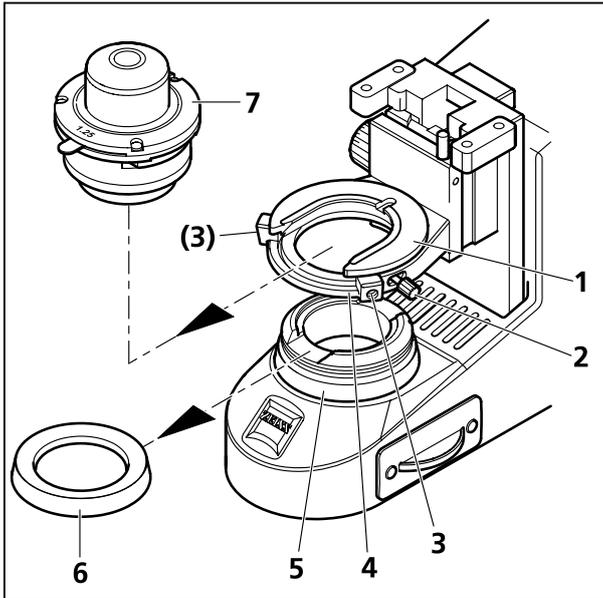
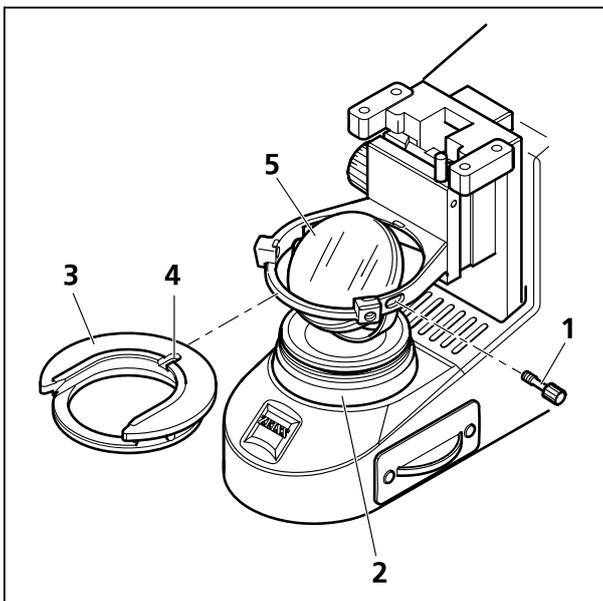

Figura 15 Desmontar y montar el condensador
Figura 16 Montar y desmontar el espejo
- Desenroscar el anillo de cubierta (Figura 15/6) del diafragma de campo luminoso (Figura 15/5).
- Aflojar el tornillo de apriete (Figura 15/2) del condensador y los tornillos de ajuste (Figura 15/3) del portacondensador (Figura 15/4) mediante la llave macho hexagonal hasta tal punto que se podrá sacar el condensador (Figura 15/7) hacia adelante. Sacar el condensador (Figura 15/7).
- Desenroscar el tornillo de apriete (Figura 15/2 ó sea Figura 16/1) del encaje portacondensador (Figura 15/1 ó sea Figura 16/3).
- Presionar el encaje portacondensador contra el resorte hacia atrás y sacarlo oblicuamente hacia arriba del portacondensador (Figura 15/4).
- Insertar el espejo (Figura 16/5) desde arriba en el orificio de montaje del diafragma de campo luminoso (Figura 16/2), pasándolo por la abertura del portacondensador. Prestar atención a que el espejo descansa horizontalmente sobre la superficie.
- Sacar el espejo (Figura 16/5) hacia arriba pasándolo por la abertura del portacondensador.
- Introducir el encaje portacondensador (Figura 15/1 ó sea Figura 16/3) en una posición ligeramente oblicua en la abertura del portacondensador, presionándolo hacia atrás contra el resorte, y colocarlo en posición horizontal sobre el portacondensador.
- Enroscar el tornillo de apriete para el condensador (Figura 16/1) en el encaje portacondensador.
- Insertar el condensador en el encaje portacondensador. Prestar atención a que el tornillo de orientación situado en el lado posterior del condensador se encuentre en la ranura (Figura 16/4) del encaje portacondensador.
- Ajustar la imagen iluminada simétricamente con respecto al borde del campo visual mediante los dos tornillos de centraje (Figura 15/3).